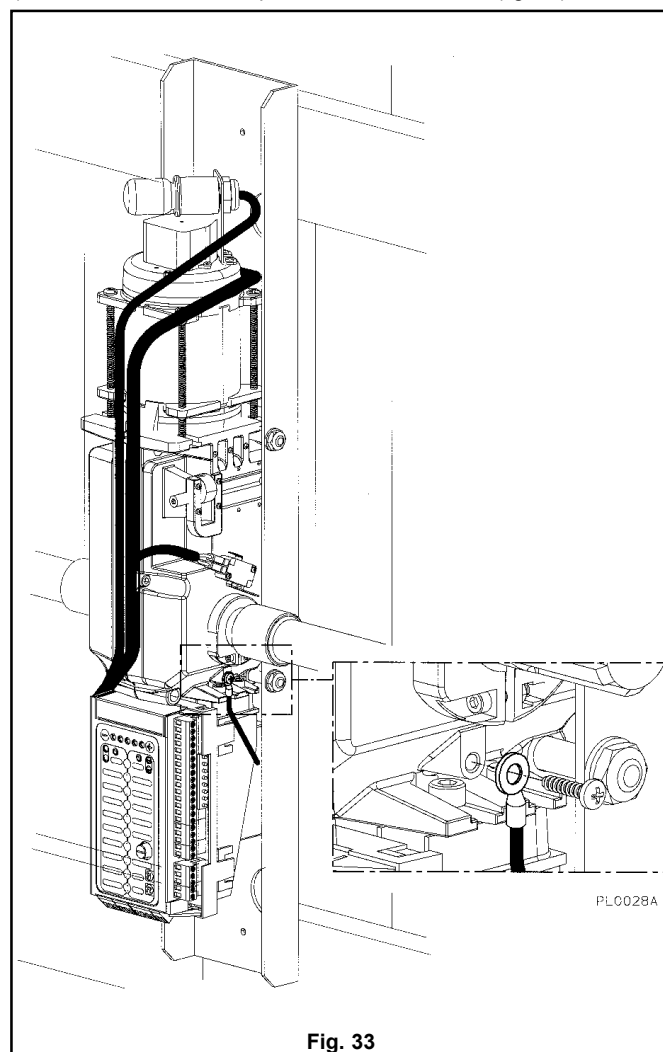

Fig. 33
- Faire passer le fil jaune-vert du câble d'alimentation au niveau de l'anneau sur le carter du moto-réducteur, au niveau du point marqué par le symbole de mise à la terre, comme précisé à la fig. 33.